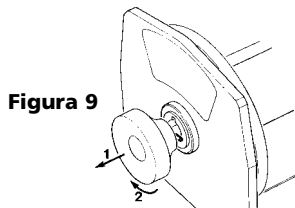

Figura 9
Hale y gire (vea la figura 9) la manija del embrague de rueda libre a la posición de "Desengranado". Saque varios pies de cable metálico del tambor. Regrese la manija del embrague a la posición de "Engranado". Active el cabrestante en Cable Afuera para verificar la dirección de rotación del tambor. Si el tambor gira en dirección equivocada, vuelva a verificar su cableado.
Hale y gire la manija del embrague a la posición de "Desengranado" como se muestra en la Figura 9. Si hay una carga en el cable metálico, la manija del embrague no podrá arrancar fácilmente. **NO FUERCE LA MANIJA DEL EMBRAGUE.** Libere la tensión en el embrague al soltar algo de cable metálico. Suelte el embrague y hale el cable metálico y asegúrelo para anclar la carga. Verifique que haya por lo menos cinco (5) vueltas de cable metálico dejado en el tambor. Vuelva a engranar el tambor al regresar la manija del embrague a la posición "Engranada" (Vea la Figura 9).